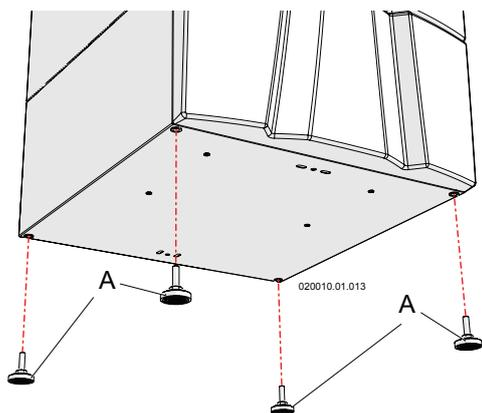

Figura 6-2 - Piedini di livellamento
- ☞ installare i piedi regolabili "A" per il livellamento dell'apparecchio come da figura 6-2.